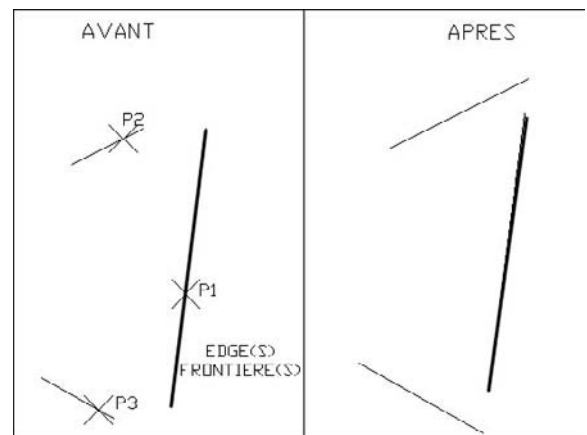

Fig.6.7
- 1 Exécuter la commande de prolongement à l'aide d'une des méthodes suivantes (fig.6.7) :